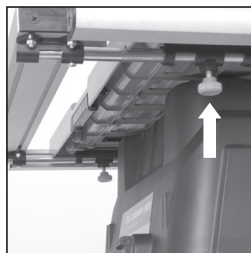

Abb. 28
- Lösen Sie die beiden Feststellknöpfe (einer vorne und einer auf der Rückseite der Säge) unterhalb der linken Seite des Sägetisches (**Abb. 28**).